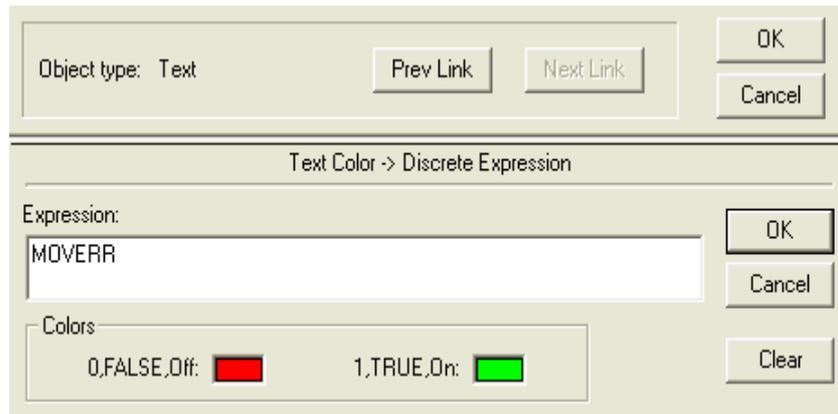

Figura 4.68. Fill Color MOVERR
**ALARMA y NORMAL cambian de color la programación se hace en Animation Links Text Color Discrete como se muestra en la figura 4.68:**